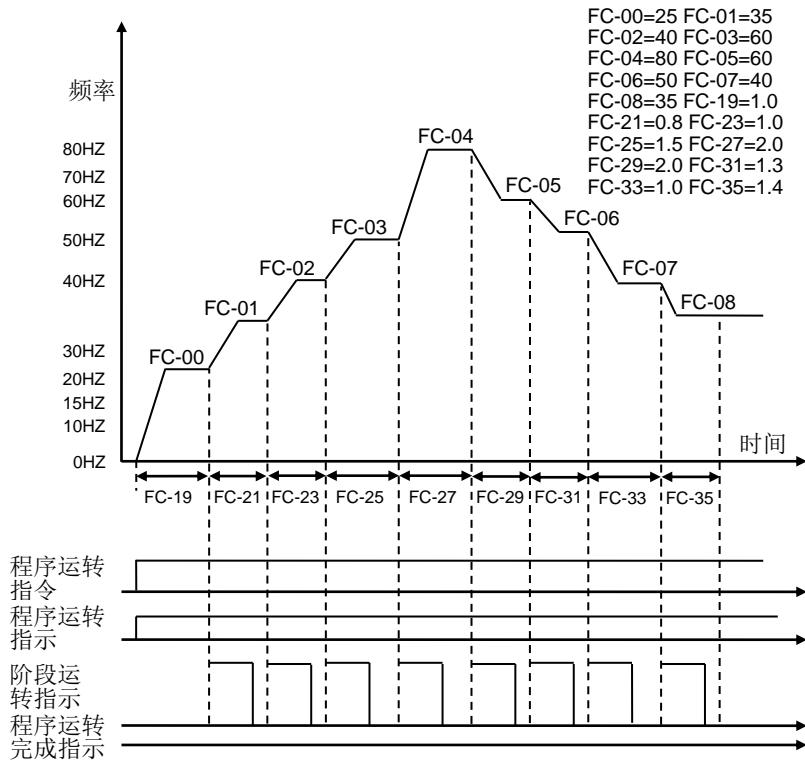

图 6-41A
- 动作说明：**如图 6-41A 所示，当 F0-02=1、FC-16=1、FC-17=9、FC-18=N 时，驱动器从第一段频率（FC-00）开始运行，直到运行最后一段频率（FC-08），且一直按最后一段频率运行，当接收到停止命令时停止运行。